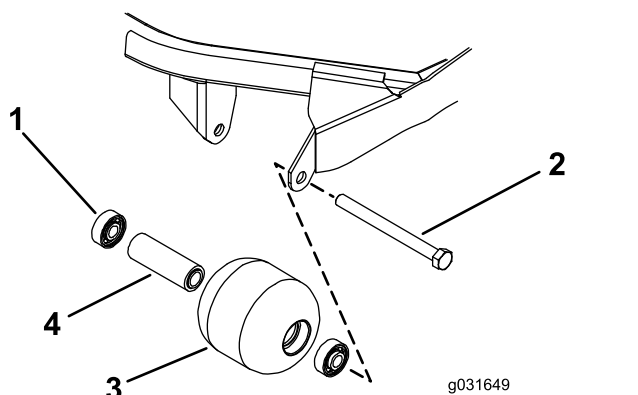

Figura 73
- Rimuovete il bullone di montaggio del rullo (Figura 73).
4. Verificate la presenza di eventuali danni sull'alloggiamento, sui cuscinetti e sul distanziale del cuscinetto del rullo (Figura 73).
1. Premendo soltanto sulla pista esterna o, in misura uguale, sulla pista interna ed esterna, spingete il primo cuscinetto nell'alloggiamento del rullo (Figura 73).
2. Inserite il distanziale (Figura 73).
3. Premendo soltanto sulla pista esterna o, in misura uguale, sulla pista interna ed esterna, spingete il secondo cuscinetto nell'alloggiamento del rullo fino a quando non è a contatto con il distanziale (Figura 73).